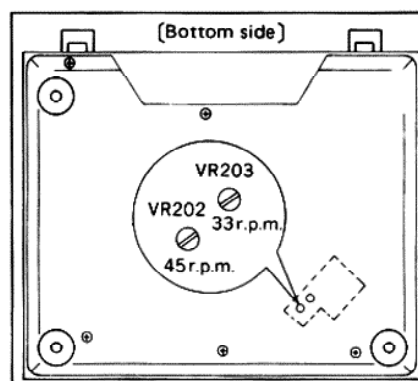

Fig. 16
• Adjustment of rotational speed (Fig. 16, 17)
● Justierung der Drehzahl (Abb. 16, 17)
● **Réglage de la vitesse rotationnelle (Fig. 16, 17)**
● **Ajuste de velocidad rotacional (Fig. 16, 17)**